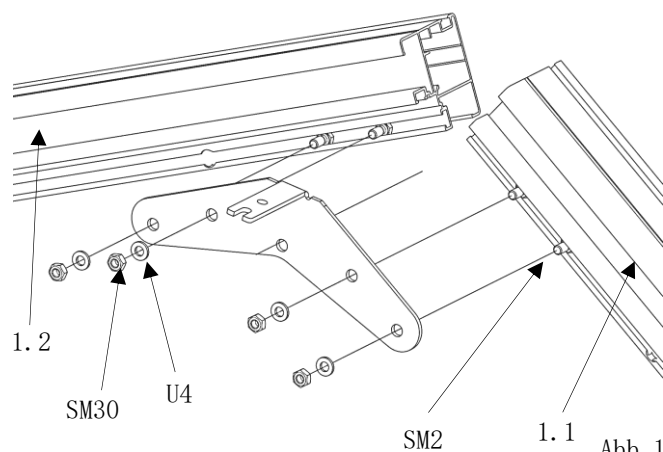

Abb. 16
- es muss sichergestellt werden, dass der Firstverbinder korrekt ausgerichtet ist, bevor die Verschraubungen handfest angezogen werden. (Abb. 16)